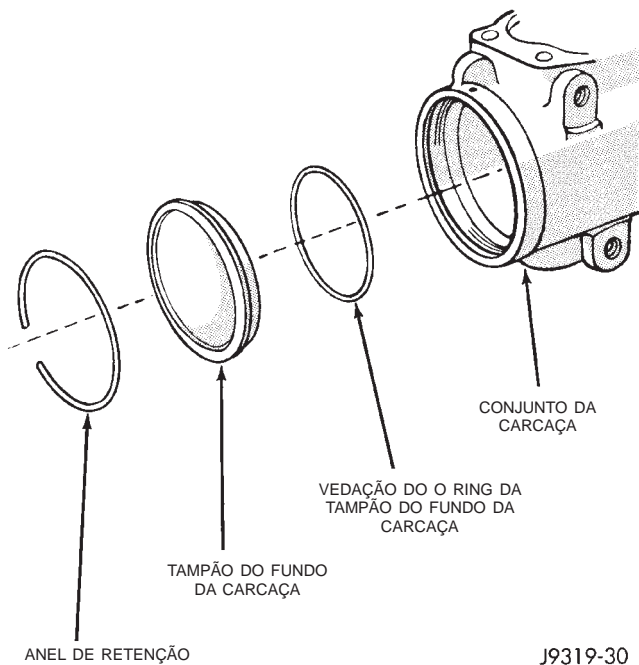

Fig. 4 Componentes do Tampão do Fundo
(3) Remova o O ring da carcaça (Fig. 4).